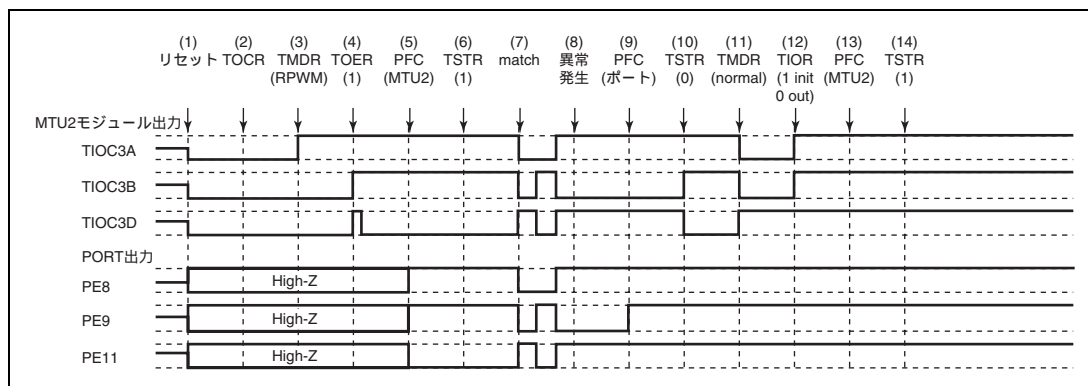

図 11.164 リセット同期 PWM モードで異常が発生し、ノーマルモードで復帰する場合
(1) ~ (10) は図 11.164 と共通です。
(11) PWM モード 1 を設定してください (MTU2 出力は正相側がローレベル、逆相側がハイレベルとなります)。
(12) TIOR で端子を初期化してください (PWM モード 1 では TIOC*B 側は初期化されません)。
(13) PFC で MTU2 出力としてください。
(14) TSTR で再スタートします。
(28) リセット同期 PWM モードで動作中に異常が発生し、相補 PWM モードで再スタートする場合の動作
- (1) ~ (10) は図 11.164 と共通です。
- (11) TOER でチャンネル 3、4 の出力を禁止してください。
- (12) TOCR で相補 PWM の出力レベルと周期出力の許可禁止を選択してください。
- (13) 相補 PWM を設定します (MTU2 の周期出力端子はローレベルになります)。
- (14) TOER でチャンネル 3、4 の出力を許可してください。
- (15) PFC で MTU2 出力としてください。
- (16) TSTR で再スタートします。
(29) リセット同期 PWM モードで動作中に異常が発生し、リセット同期 PWM モードで再スタートする場合の動作
- (11) PFC で MTU2 出力としてください。
- (12) TSTR で再スタートします。
- (13) コンペアマッチの発生によりリセット同期 PWM 波形を出力します。